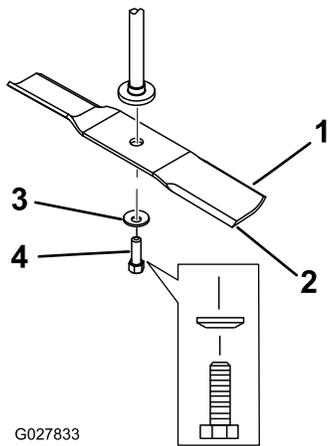

図 63
2. スピンドルのシャフトからブレードボルト、湾曲ワッシャ、ブレードを取り外す 図 63。
- 湾曲ワッシャ、ブレードボルトを、スピンドルシャフトに取り付ける 図 63。
- スピンドルシャフトにブレードを取り付ける (図 63)。